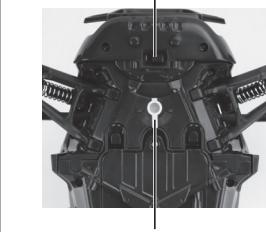

Fig.6
- Si le véhicule ne roule pas en ligne droite, réglez le levier d'alignement des roues sur le châssis du véhicule (Fig.6).